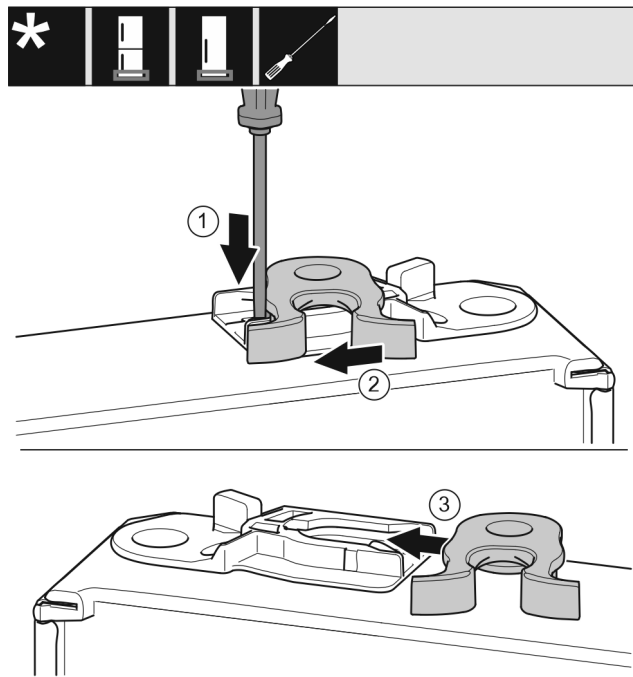

Fig. 18
- ▶ Paina kieleke alas uraruuvimeisselillä. Fig. 18 (1)
- ▶ Vedä sulkuhaka pois ohjaimesta. Fig. 18 (2)
- ▶ Työnnä sulkuhaka toisella puolella ohjaimeen. Fig. 18 (3)